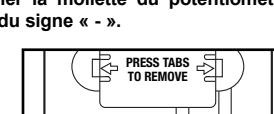

Figure 3 – Étalonnage
8. Le gradateur peut avoir à être réglé aux faibles intensités pour que certaines lampes connectées à certains ballasts s'allument correctement. Pour cela, COUPER L'ALIMENTATION DU CIRCUIT et retirer la plaque murale. Utiliser un petit tournevis plat isolé pour régler le potentiomètre qui est accessible à travers la fente (« CALIBRATION ») située sur la bande (Figure 3). Tourner la molette **vers le bas pour augmenter** le réglage de l'intensité lumineuse minimale et tourner la molette **vers le haut pour réduire** l'intensité lumineuse. Ensuite, remonter la plaque murale, remettre sous tension et tester. Répéter les étapes ci-dessus au besoin.